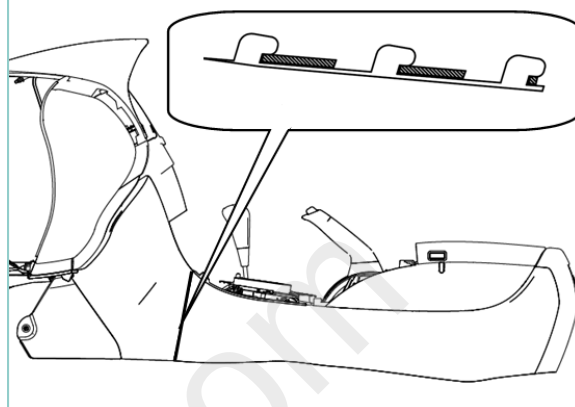

图2.5.3 副仪表板本体总成拆卸 (三)
(5)关闭扶手,双手托住副仪表板本体总成慢慢向上抬起,使副仪表板前端与仪表板配合处脱开;(图2.5.3)